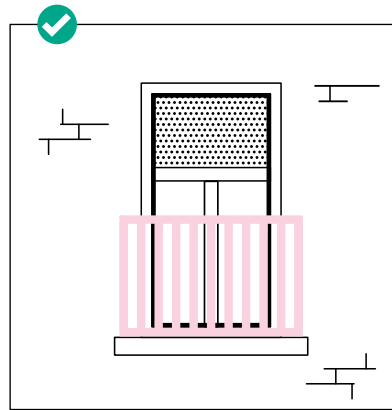

fig. 4 De borstwering is hoog genoeg en de verticale openingen in de borstweringen zijn kleiner dan 11 cm
- Eventuele verticale openingen in de borstweringen zijn kleiner dan 11 cm, zodat kinderen er met hun hoofd niet in kunnen vastraken. fig. 4